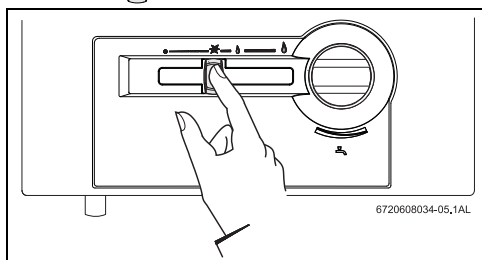

Рис. 3
- ▶ Регулятор мощности из положения Выкл. передвинуть в положение розжига (→рис. 3).